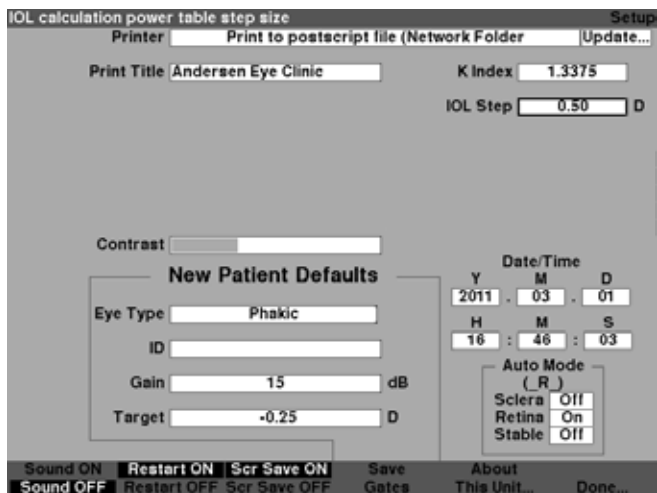

Figura 5-60 Campo IOL Step (Incremento de LIO) seleccionado
- En la pantalla Setup (Configuración), gire el control giratorio para seleccionar el campo IOL Step (Incremento de IOL), indicado con un borde negro continuo, como se muestra en la Figura 5-60.